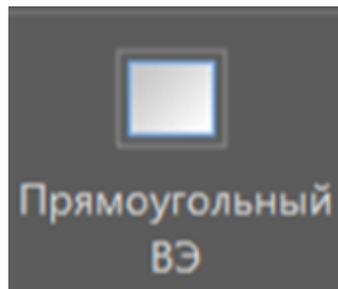

Рис. 5.20
- кнопка “Прямоугольный ВЭ” - создает видовой экран прямоугольной формы путём выбора двух противоположных точек вставки (рис. 5.20).